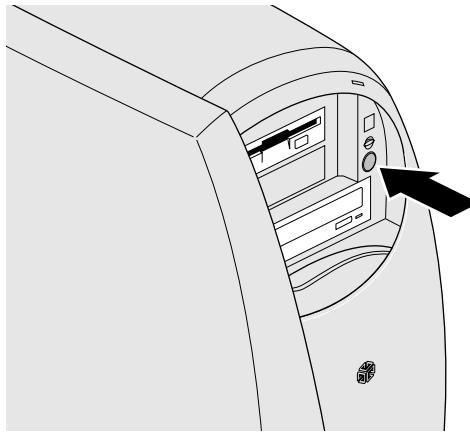

Abbildung 1-11 Einschalten des Systems
3. Betätigen Sie den Netzschalter wie in Abbildung 1-11.
4. Betätigen Sie den Netzschalter (Abbildung 1-11). Das System wird ausgeschaltet.